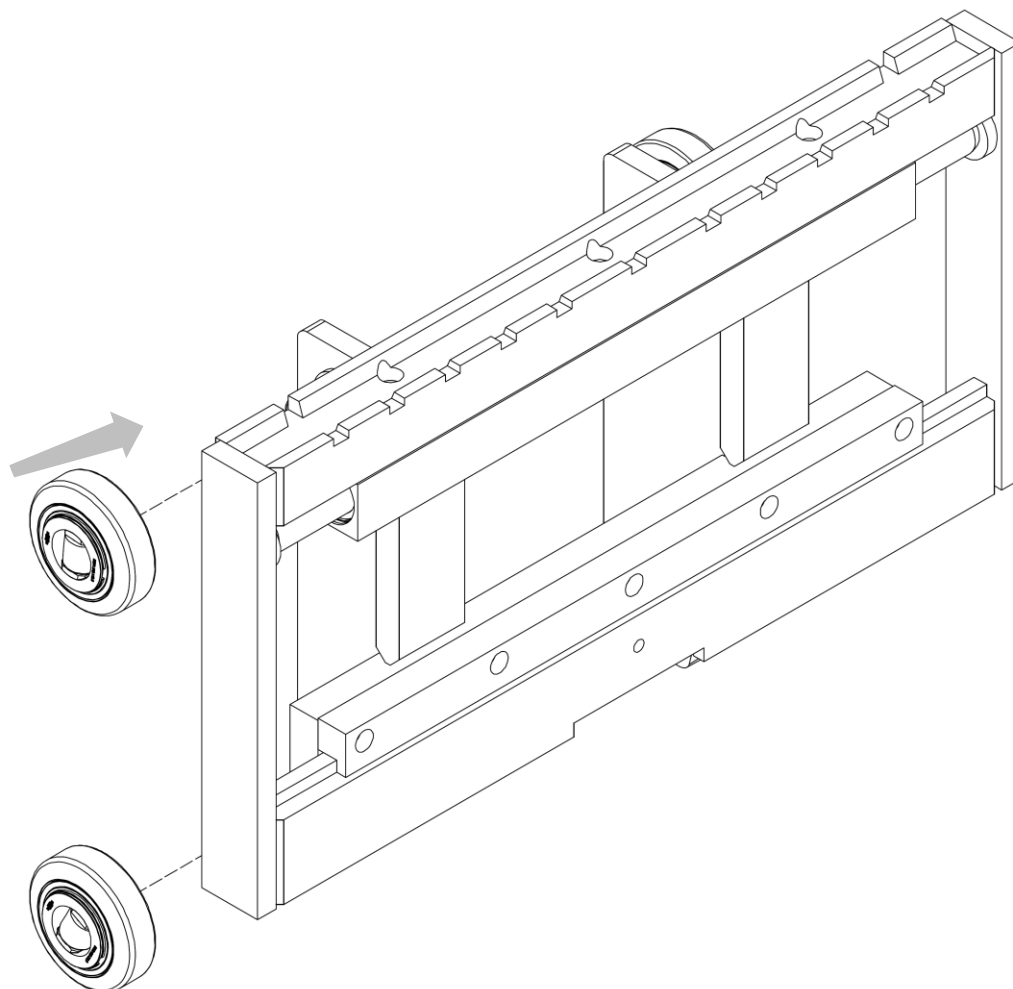

Figura 7
13. Accoppiare i rulli di scorrimento del montante ai perni realizzati sulle spalle (vedi *Figura 7*, in questa immagine, come nelle successive, cuscinetti, spalle e montanti indicati saranno puramente indicativi, con l'unico scopo di mostrare il corretto montaggio dell'attrezzatura).